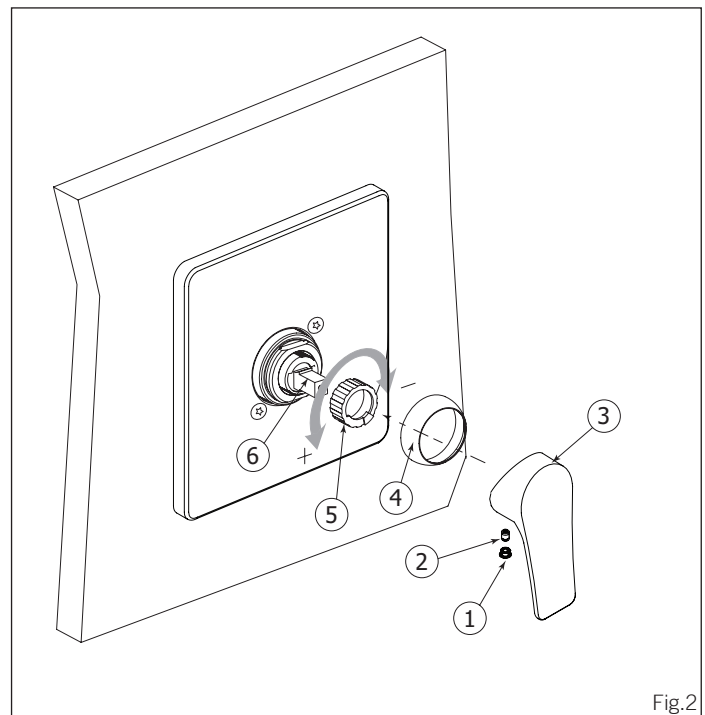

Fig.2
Insert the cartridge (4) into the valve body as shown Fig.2.
Insérer la cartouche (4) dans la valve telle qu'illustré Fig. 2